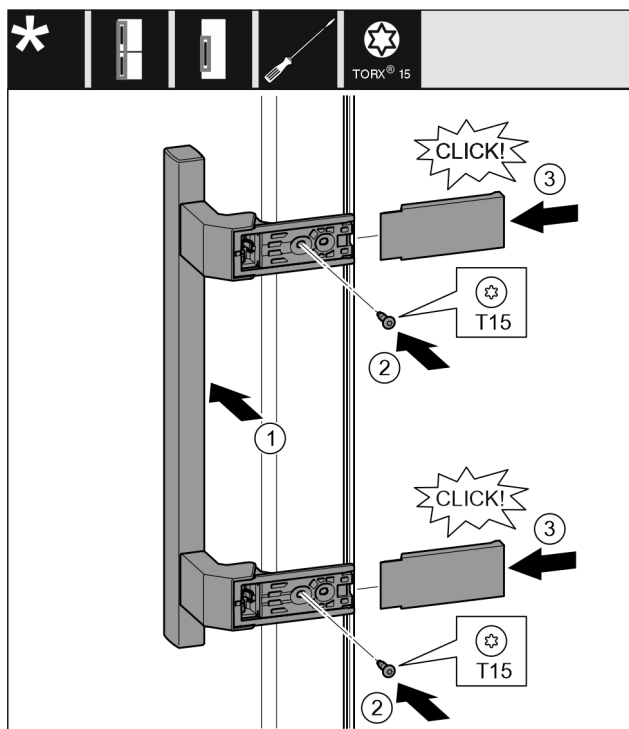

Fig. 40
- ▶ Poser la poignée sur le côté opposé. Fig. 40 (1)
- ▶ Serrer les vis avec un tournevis T15. Fig. 40 (2)
- ▶ Mettre en place les caches latéralement et les enfiler. Fig. 40 (3)